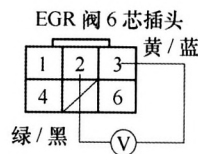

图2
2) 接通点火开关，测量EGR阀插头的2号端子与3号端子之间的电压是否为5V，如图2所示。如果电压过低或无电压，则为电源线路短路或接触不良，应予以排除；如果电压是5V，则进行下一步检查。